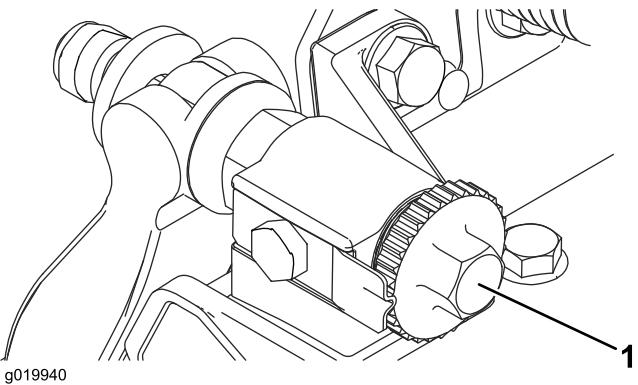

Figura 29
1. Allentate il contatto cilindro/controlama ruotando le manopole di regolazione della controlama (Figura 29) in senso antiorario finché non vi sarà più nessun contatto.